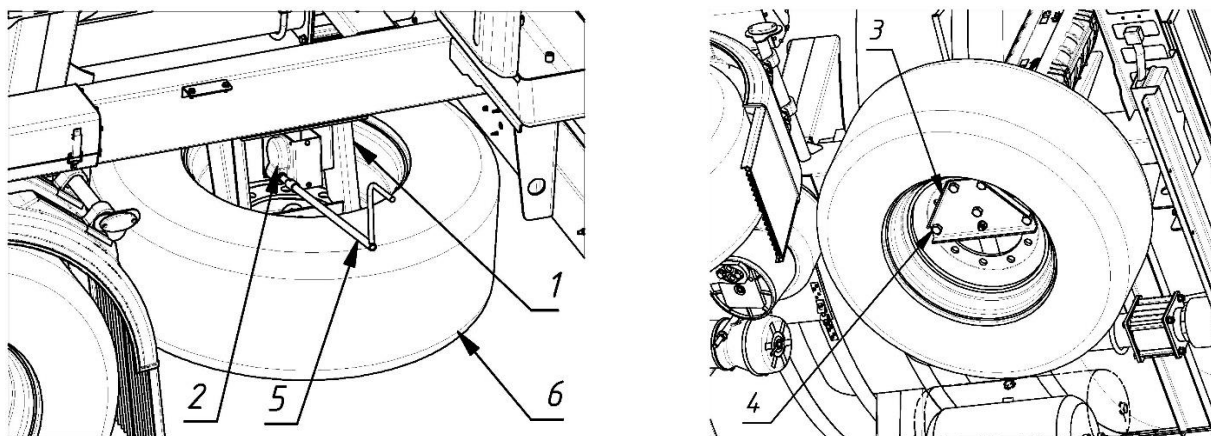
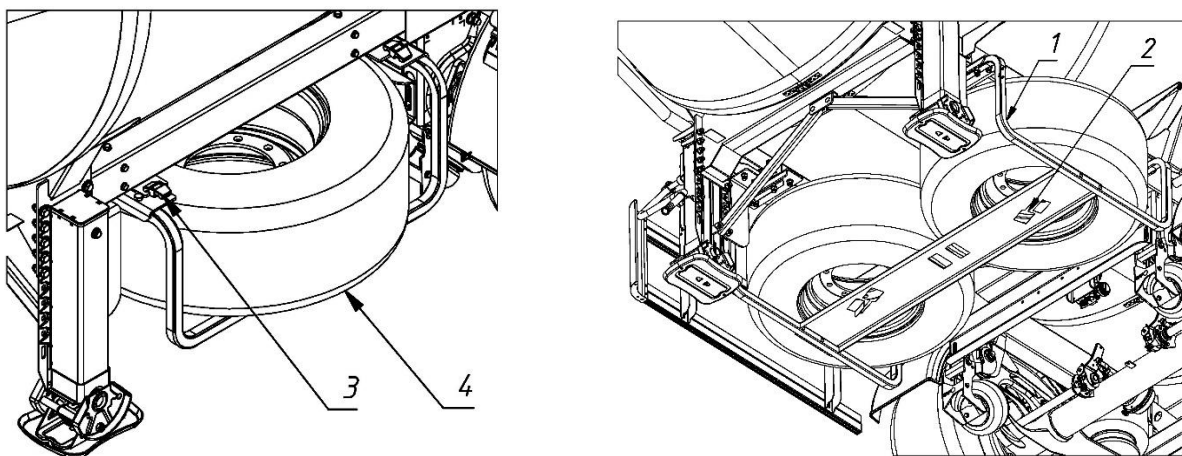

Рис. 2.16 - Кронштейн запасного колеса с лебёдкой
Рис. 2.17 - Корзина под два запасных колеса
Устройства удержания запасного колеса, устанавливаемые на полуприцепы представлены двумя типами: кронштейном запасного колеса с лебёдкой (рис. 2.16) и корзиной под 1 или 2 запасных колеса (рис. 2.17).
Кронштейн запасного колеса с лебёдкой представляет (рис. 2.16) из себя сварной корпус (1), к которому изнутри прикручена лебёдка с барабанным механизмом (2). Корпус устанавливается под лонжероном рамы полуприцепа. Трос (цепь) лебёдки имеет на конце крюк, который цепляется за рым-болт захвата (3). Захват устанавливается внутри запасного колеса (6) с нижней стороны. Четыре болта захвата (4) устанавливаются в крепёжные отверстия запасного колеса и выполняют роль центровки запасного колеса при его подъёме и опускании вращением ручки (5), а также совместно с гайками фиксируют колесо после того, как оно было поднято.
Корзина запасного колеса (1) (см. рис. 2.17) представляет собой конструкцию из металлических профилей, между которыми находится опорная площадка с фиксаторами (2) запасного колеса (4). Корзина устанавливается под рамой полуприцепа и фиксируется в четырёх точках. Для снятия запасного колеса необходимо выкрутить фиксатор.